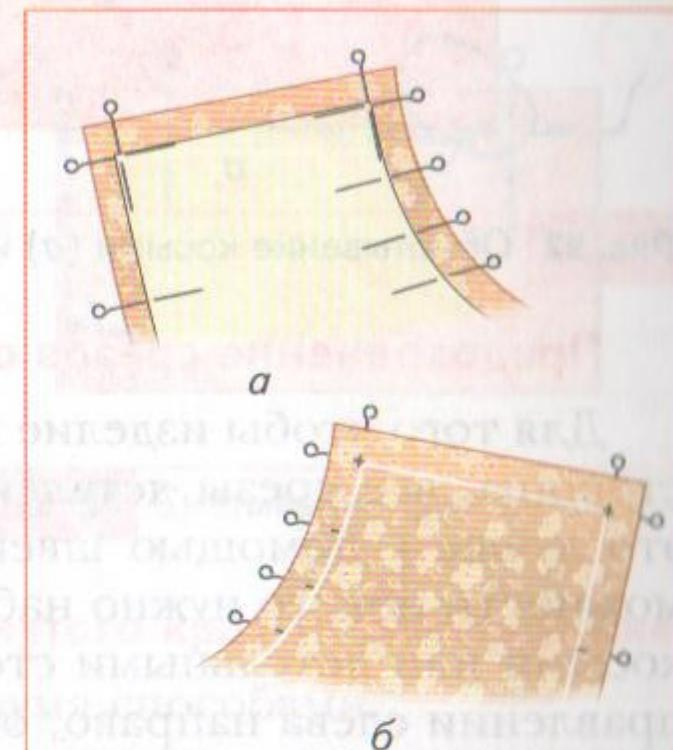

Рис. 90 Перенос линий выкройки на детали края булавками
2. Вколоть булавки насекомые через два слоя ткани в точках пересечения прямых линий (рис. 90, а). При переносе кривых линий булавки вкалывают так часто, как это нужно, чтобы выявить контуры линии.
3. Перевернуть детали края и соединить точки, обозначенные булавками, с помощью линейки и портновского мела (рис. 90, б).